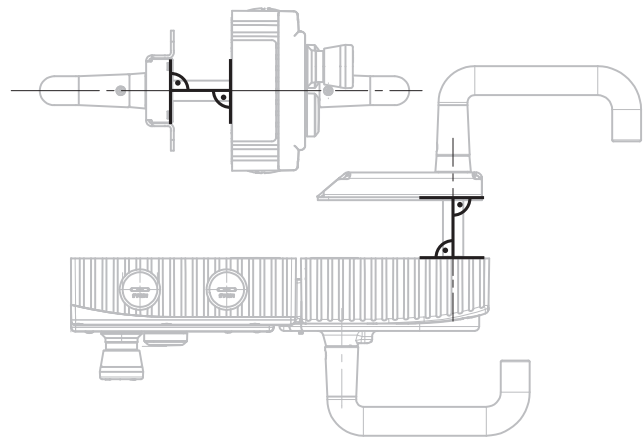
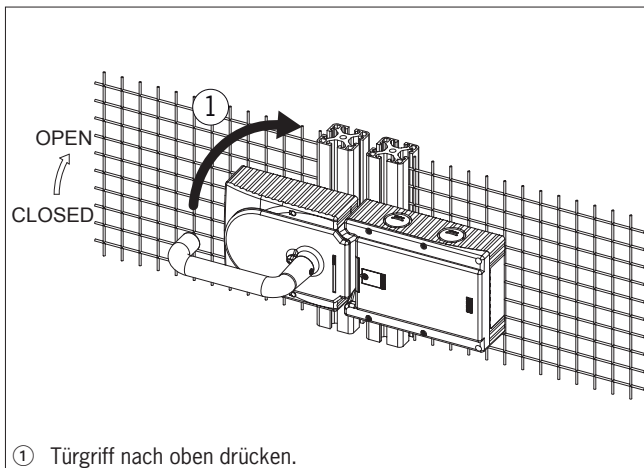

Bild 8: Montagebeispiel für rechts angeschlagene Tür (Übersichtsdarstellung)
Bild 9: Betätigungsrichtung umstellen, Schritt ①
Montageschritte siehe Bild 8 und Bild 9 bis 14.
- Für links angeschlagene Türen wird das System sozusagen umgedreht montiert. D.h. die Schutzeinrichtung öffnet, indem man den Türgriff nach oben drückt (siehe Bild 9). Daher muss die Betätigungsrichtung des Türgriffs umgestellt werden (siehe Bild 9 - 14).